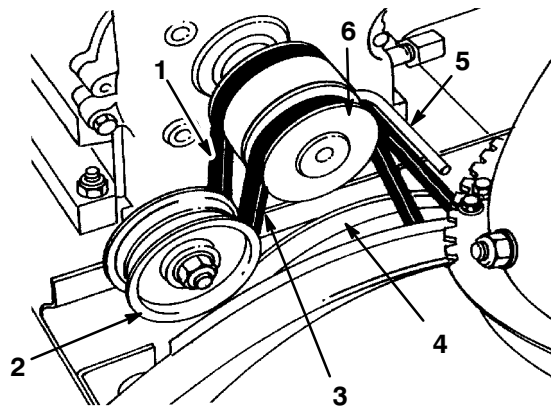

Figure 23
1. Vis (2)
4. Desserrez le guide-courroie (Fig. 23).
5. Retirez la courroie de tarière/roue hélice de la poulie du moteur et de la grande poulie de tarière/roue hélice (Fig. 23).
10. Enlevez la courroie de commande de traction de la poulie moteur et de la grande poulie de traction (Fig. 23).
12. Passez la courroie sur la poulie moteur, en veillant la faire passer sous le guide-courroie (Fig. 23).
17. Placez la courroie de tarière/roue hélice sur la grande poulie de tarière/roue hélice et la poulie moteur, en veillant la faire passer sous la poulie folle et le guide-courroie (Fig. 23).
Si la courroie d'entraînement de tarière/roue hélice (Fig. 23) est usée, imbibée d'huile ou endommagée de quelque autre manière, remplacez-la par une courroie neuve. Vous pouvez acheter une courroie neuve chez votre concessionnaire Toro agréé.
3. Desserrez le guide-courroie (Fig. 23).
4. Retirez la courroie de tarière/roue hélice de la poulie du moteur et de la grande poulie de tarière/roue hélice (Fig. 23).
5. Passez la courroie neuve autour de la grande poulie de tarière/roue hélice (Fig. 23).
6. Passez la courroie sur la poulie moteur, en veillant la faire passer sous la poulie folle et le guide-courroie (Fig. 23).